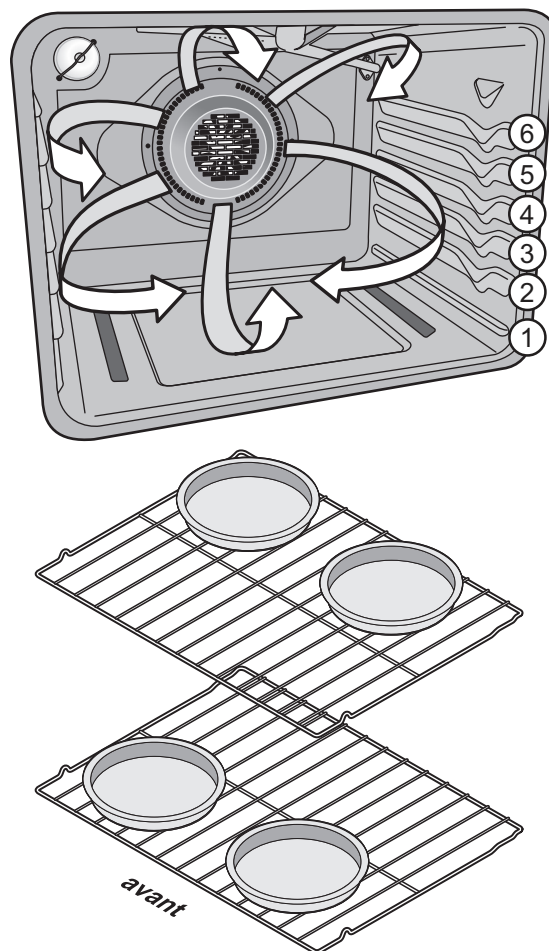

Figure 17 : Positions de rack et placement de panoramique
- Lorsque vous faites cuire des gâteaux à l'aide de deux grilles, placez les ustensiles de cuisson aux positions 3 et 5 et placez les ustensiles de cuisson comme indiqué sur la Figure 17.